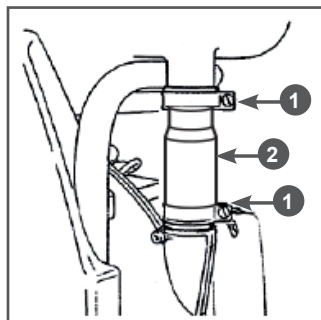

Рис. 14 Снятие впускного шланга распылителя
- Ослабьте крепления хомутов 1 (Рис. 14) на впускном шланге распылителя 2 (хомуты будут снова использоваться) и снимите шланг.
- Установите шланг выпускной распылителя 2 и прикрепите его к баку и к корпусу вентилятора хомутами 1 (Рис. 14).